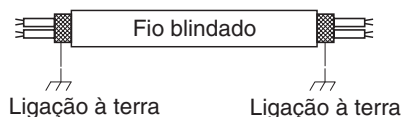

Fig. 4-6
- (5) Utilize fios blindados para a instalação eléctrica de controlo entre unidades (C) e ligue a blindagem à terra em ambos lados; caso contrário, pode ocorrer um mau funcionamento devido ao ruído. (Fig. 4-6)